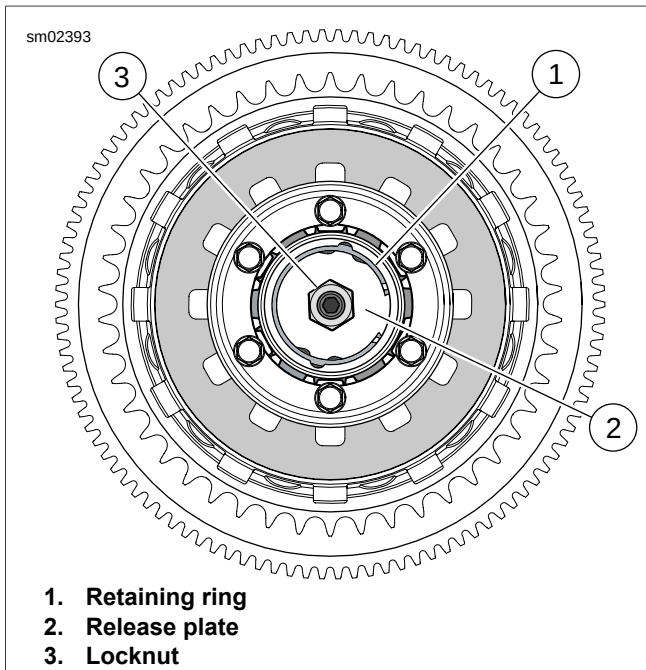

Figure 5-6. Clutch
8. See Figure 5-6. Loosen locknut (3).